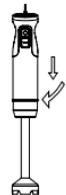
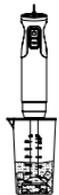

Рис. 1
Рис. 2
**Время непрерывной работы с насадкой-блендер (1) не должно превышать 30 секунд. Между двумя рабочими циклами делайте перерыв не менее 3 минут.**
- Насадку-блендер (1) используйте для приготовления соусов, майонеза, фруктовых пюре, детских смесей, смешивания разнообразных ингредиентов, для переработки фруктов и овощей, содержащих достаточное количество сока.
- Перед установкой насадки-блендера (1) убедитесь в том, что вилка шнура питания не вставлена в электрическую розетку.
- Вставьте насадку-блендер (1) в моторный блок (2) и поверните её по часовой стрелке (рис. 1), убедитесь в надёжной фиксации насадки-блендер (1).
- Вставьте вилку шнура питания в электрическую розетку, при этом загорится световой индикатор (6).
- Погрузите насадку-блендер (1) в ёмкость с продуктами, которые вы хотите измельчить/перемешать, можно поместить продукты в стакан (13) (рис. 2).
**ВНИМАНИЕ!** При переработке продуктов держите моторный блок (2) с насадкой-блендер (1) вертикально.
- Для включения нажмите и удерживайте кнопку (4) «». Используйте этот режим работы для смешивания жидких продуктов.
- При нажатии и удержании кнопки (4) «» вы можете регулировать скорость вращения насадки-блендер (1) поворотом регулятора (5). Используйте этот режим работы для переработки жидких и твёрдых продуктов.
- Для работы в режиме максимальной скорости нажмите и удерживайте кнопку (3) «TURBO».